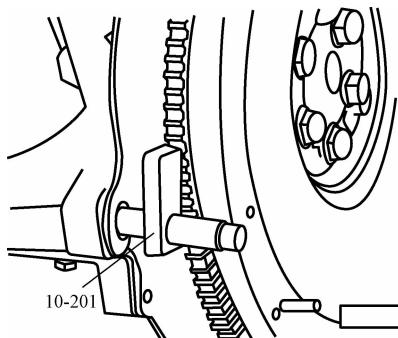

图 2-2 拆卸与安装飞轮
(1) 飞轮拆卸时,使用专用工具 10-201 卡住飞轮齿圈,拧下飞轮紧固螺栓,从曲轴上拆下飞轮,如图 2-2 所示。
(2) 拆卸飞轮内孔中滚针轴承时,使用专用工具 10-202。轴承标记必须打印在朝外一面。